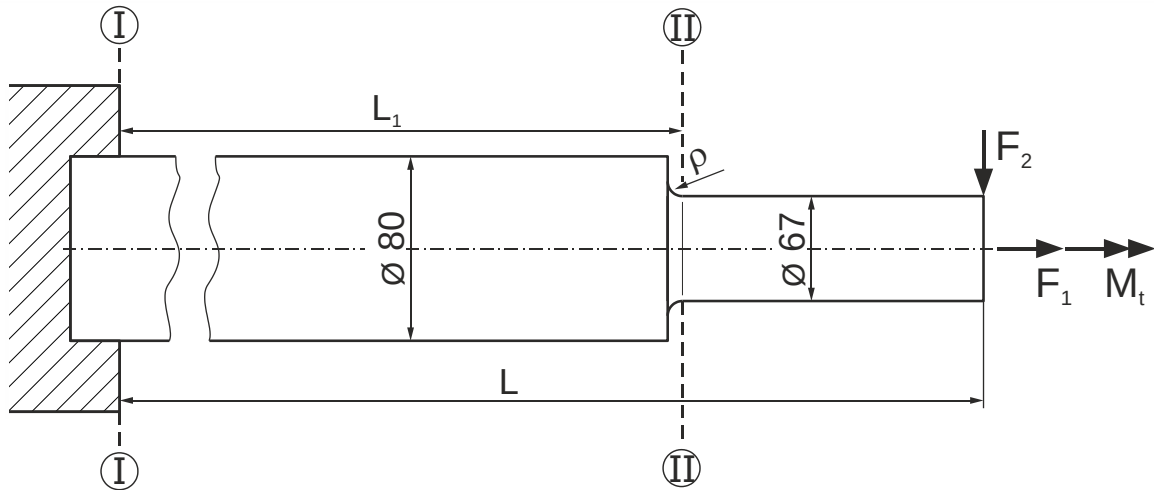

Abbildung 1.2: Neue Strebe (abgesetzter Vollstab) aus S355; Längeneinheit: mm.
Im Rahmen einer Umbaumaßnahme muss die Strebe nun als abgesetzter Vollstab ( $L_1 = 1625 \text{ mm}$ ,  $L = 2300 \text{ mm}$ ) mit polierter Oberfläche ausgeführt werden, siehe Abbildung 1.2.
- d) Die statische Kraft  $F_1 = 315 \text{ kN}$  und die rein wechselnde Kraft  $F_2 = \pm 2500 \text{ N}$  wirken gleichzeitig auf die Strebe aus Abbildung 1.2.
- e) Die statische Kraft  $F_1$  und das statische Torsionsmoment  $M_t = 500 \text{ Nm}$  wirken gleichzeitig auf die Strebe aus Abbildung 1.2.
f) Es wirkt nur eine statische Kraft  $F_2 = 1000 \text{ N}$  auf die Strebe aus Abbildung 1.2.
- g) Die Strebe aus Abbildung 1.2 wird nur durch die rein wechselnde Kraft  $F_1 = \pm 150 \text{ kN}$  belastet.